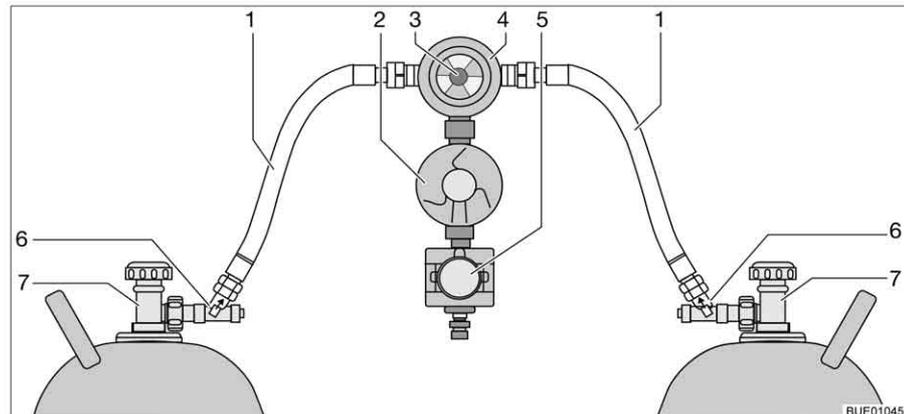

Fig. 109 Instalación de conmutación Crash-Protection-Unit
La Crash-Protection-Unit se compone de dos restrictores de desbloqueo manual (Fig. 109,6), una válvula selectora (Fig. 109,4) con regulador de presión (Fig. 109,2), una electroválvula (Fig. 109,5) y la unidad de mando con LED de tres colores. La válvula selectora está montada entre las dos gomas del gas (Fig. 109,1).
Con el botón giratorio (Fig. 109,3) en la válvula selectora se puede determinar cuál de las bombonas de gas se utilizará como bombona de servicio y cuál bombona de gas como bombona de reserva.
En la unidad de mando (Fig. 110) únicamente pueden conmutarse las funciones eléctricas. Las llaves de paso principales de las bombonas de gas (Fig. 109,7) y los desbloques (Fig. 109,6) deben abrirse a mano.
- Abrir las llaves de paso principales en las bombonas de gas (Fig. 109,7).
- Pulsar los desbloques (Fig. 109,6), uno tras otro, durante 10 segundos.
- Con el botón giratorio (Fig. 109,3) en la válvula selectora (Fig. 109,4), seleccionar la bombona de gas de la que habrá de tomarse el gas principalmente (bombona de servicio).
- Cerrar las llaves de paso principales en las bombonas de gas (Fig. 109,7).